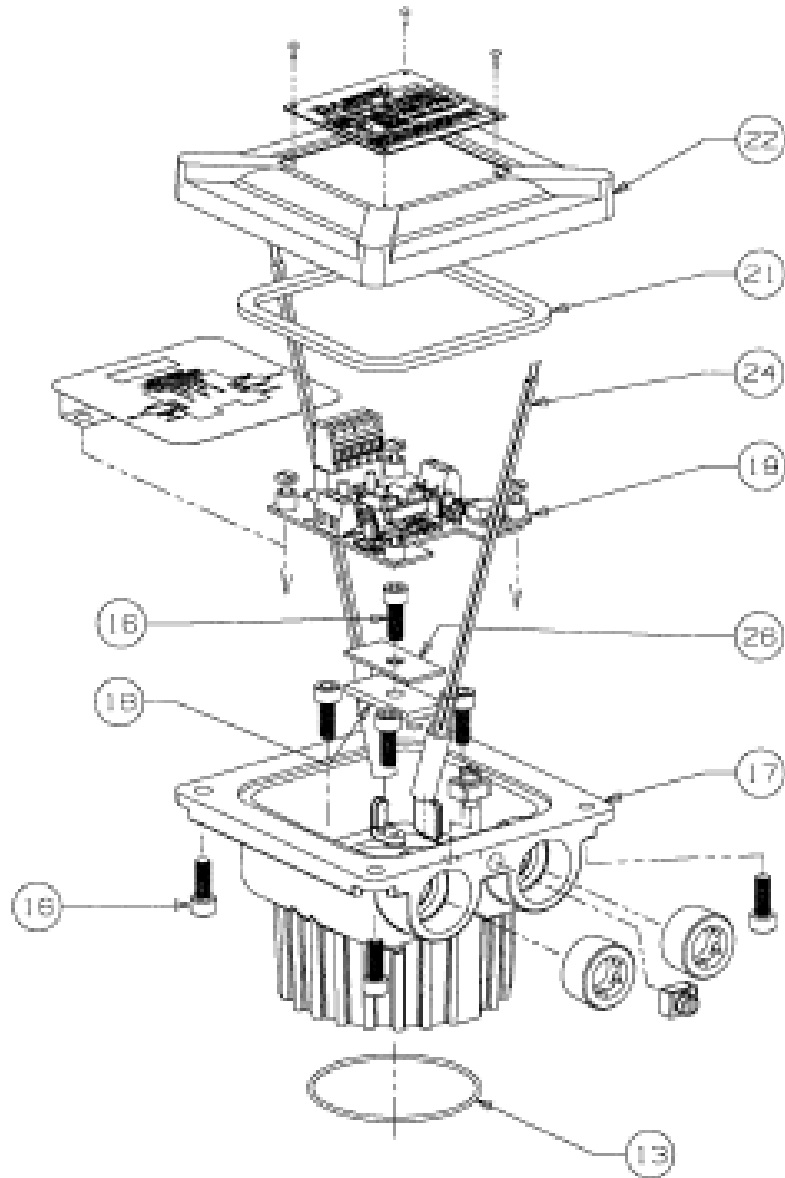

Figura 7-1. Montaje de UMB - Todos los tamaños (consulte la Tabla 7-1)
2. Desconecte las conexiones de los conductos hacia la Turbina serie 1500 (Consulte la Figura 7-1)
Tabla 7-1. Montaje de UMB (todos los tamaños) (consulte la Figura 7-1)